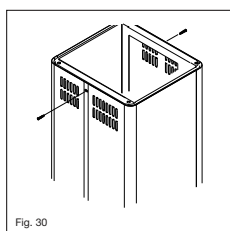

Fig. 30
- Tome la parte superior del ducto decorativo y fíjelo lateralmente con 2 tonillos autorroscantes ver fig. 30.